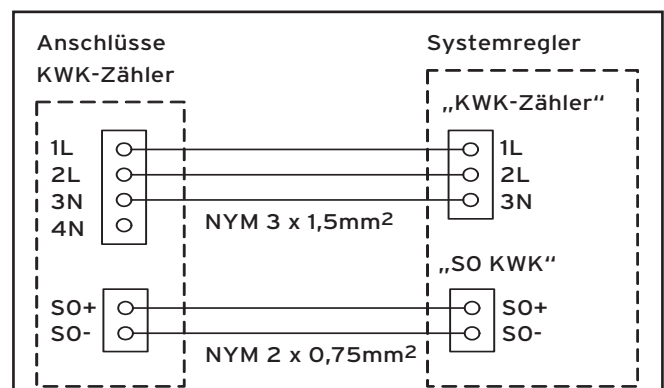

Abb. 12.1 KWK-Zähler anschließen
- Schließen Sie den KWK-Zähler mit den neuen Kabeln an (→ Abb. 12.1, Abb. 4.6 und Abb. 4.7).